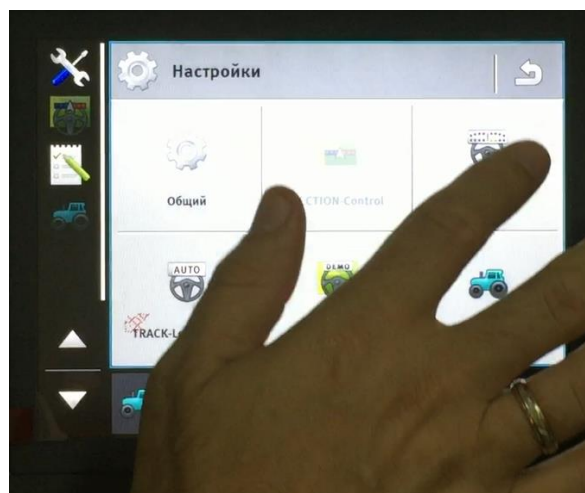

Рисунок 7.12 – Выбор вкладки TRACK-Leader
6. Выберите вкладку **TRACK-Leader – Настройки – TRACK-Leader** (рисунок 7.12).